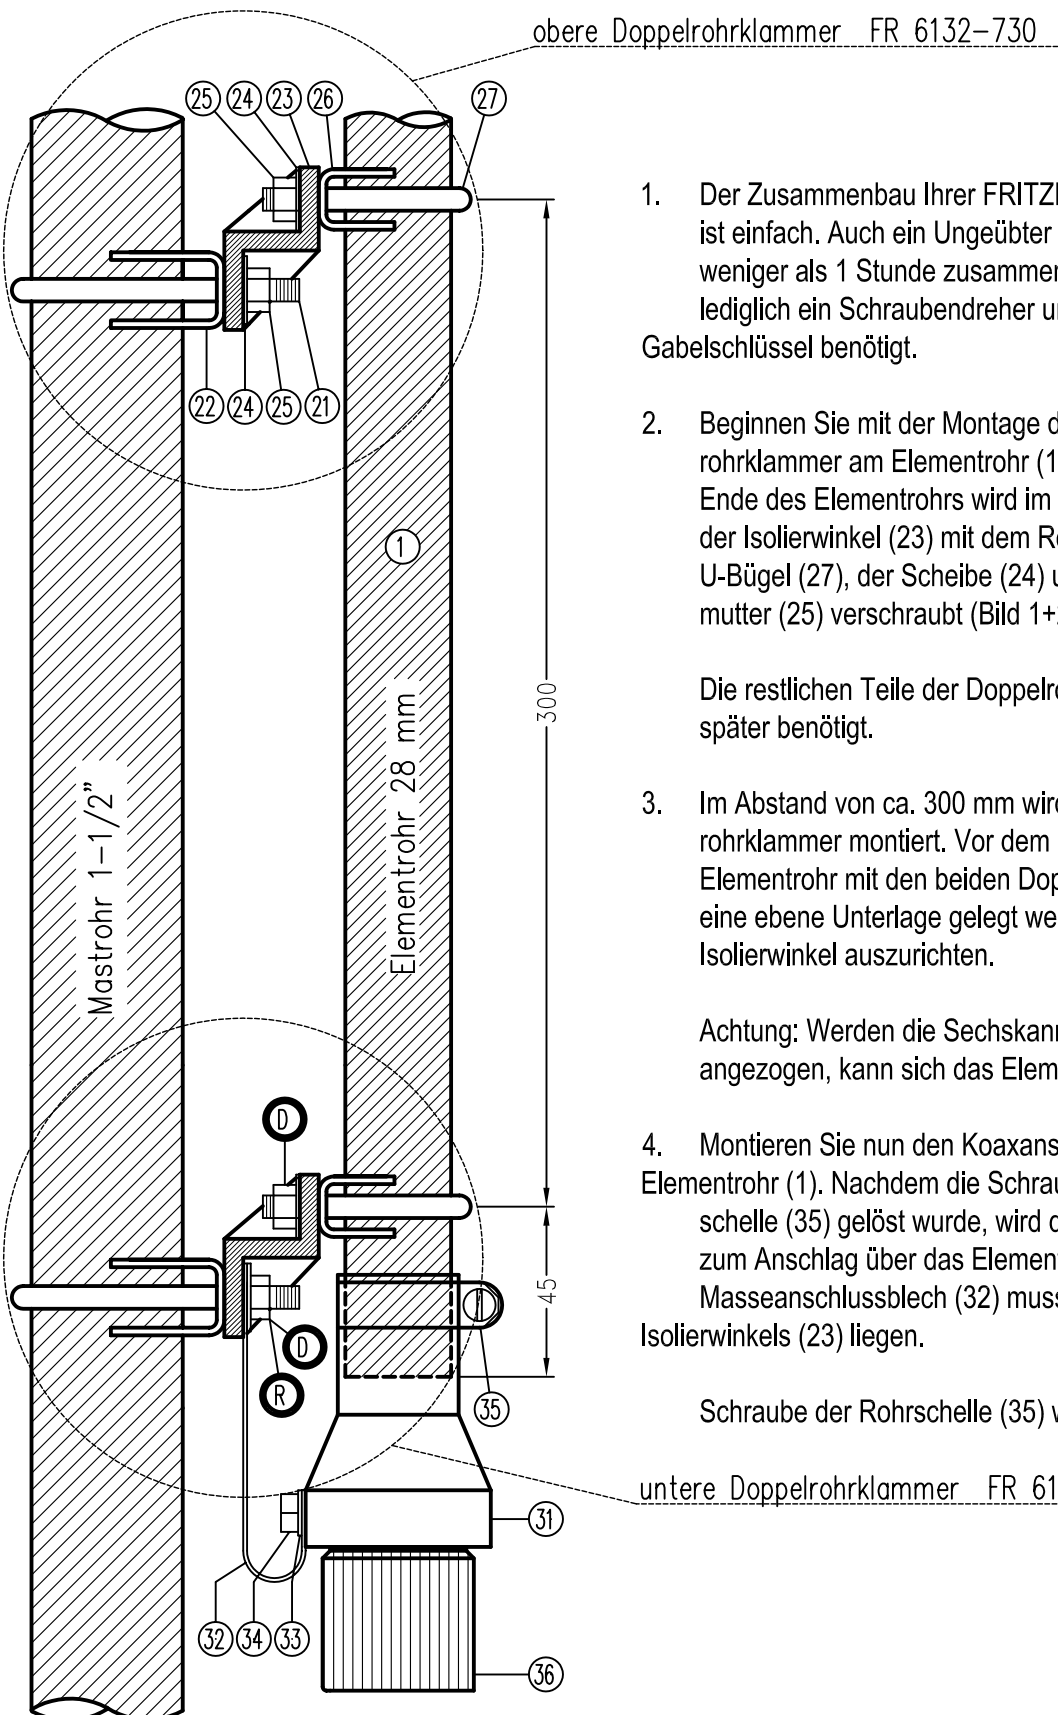
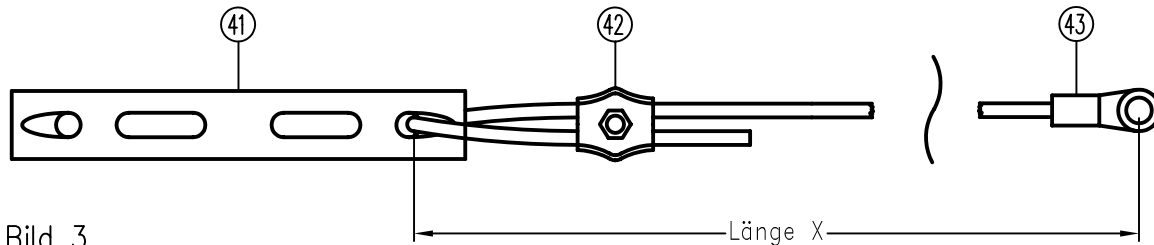

Bild 1
Bild 3
2. Beginnen Sie mit der Montage der unteren Doppelrohrklammer am Elementrohr (1). Am nichtgeschlitzten Ende des Elementrohrs wird im Abstand von 45 mm der Isolierwinkel (23) mit dem Rohrsitz (26), dem U-Bügel (27), der Scheibe (24) und der Sechskantmutter (25) verschraubt (Bild 1+2).
5. Nun werden die 3 Drähte der Radials (14) für das 10/15/20 m - Band vorbereitet (Bild 3). Mit den Simplexklemmen (42) werden die Drähte auf die entsprechenden Längen gebracht.
Mit dem U-Bügel (21), dem Rohrsitz (22), der Scheibe (24) und der Sechskantmutter (25) wird die Antenne am Mastrohr befestigt. Zur Montage der Radials (14) entfernen Sie wieder eine der Sechskantmutter (25) an der unteren Doppelrohrklammer (Bild 1 + 2, Ⓡ), und montieren den Kabelschuh (43), (Bild 3) der Radials. Ziehen Sie die Sechskantmutter wieder an.
Entfernen Sie nun die Sechskantmutter auf der anderen Seite des gleichen U-Bügels und montieren den Kabelschuh (44), (Bild 4) einer Hälfte des 40 m-Dipols. Die andere Hälfte des 40 m-Dipols wird am U-Bügel 28 mm (Bild 1 + 2, Ⓢ) mit dem Strahler verbunden.